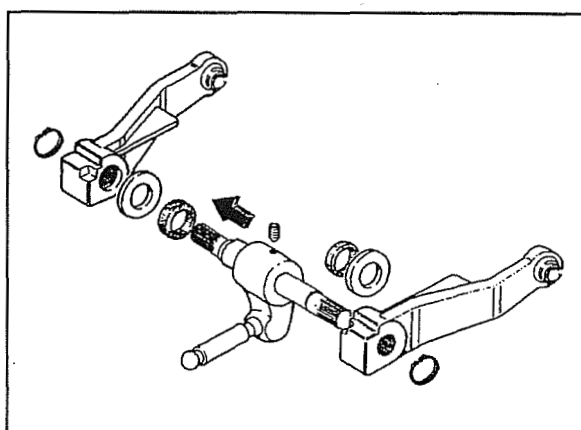

Fig. 33
- A fig.33 mostra em detalhe o grupo biela eixo e braços do levantador.